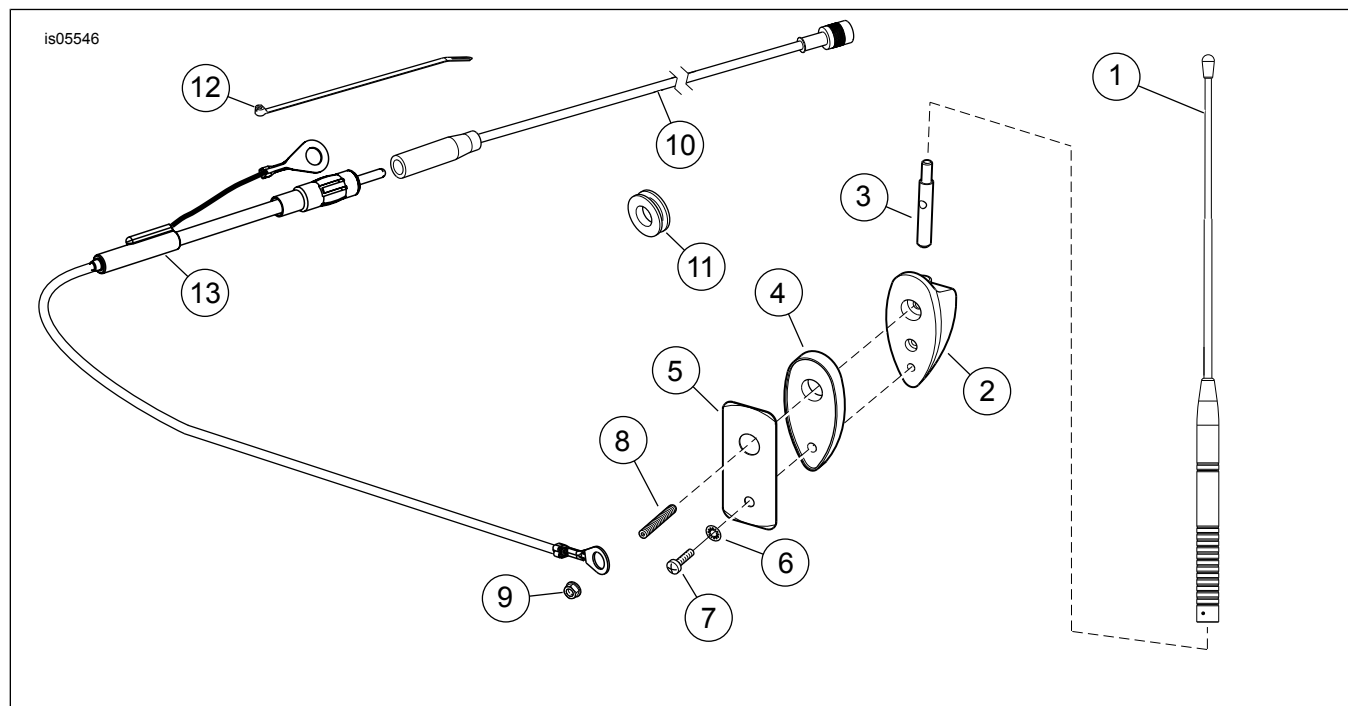

Figura 4. Parti di ricambio: Kit antenna audio avanzato per radio CB
Vedere Figura 4 e Tabella 1.
1. Vedere Figura 4. Inserire l'adattatore (3) nel foro sulla parte **superiore** della base dell'antenna (2).
2. Allineare il foro filettato sul LATO dell'adattatore al foro superiore sul lato posteriore della base. Inserire il prigioniero filettato (8) nel foro **superiore** sul lato posteriore della base e avvitarlo nel foro dell'adattatore. Serrare a fondo i prigionieri.
3. Montare la guarnizione della base (4) sulla base dell'antenna.
4. Con l'adattatore (3) rivolto verso l'**alto**, posizionare il gruppo della base sopra i fori eseguiti in precedenza nella parete posteriore esterna del Tour-Pak. Assicurarsi che il prigioniero filettato (8) passi attraverso il foro più grande (superiore).
5. Posizionare la piastra di rinforzo dell'antenna (5) all'interno del Tour-Pak. Posizionare il terminale ad anello sul prigioniero dell'alberino dell'antenna. Utilizzare il dado esagonale con la rondella di sicurezza (9) per fissare la prolunga del cavo, ma a questo punto non stringere a fondo.
6. Installare la vite TORX® (7) e la rondella di sicurezza piccola (6) nel foro più piccolo (inferiore) della piastra di rinforzo dell'antenna, nella base di quest'ultima. Serrare la vite a fondo. Serrare il dado esagonale a fondo.
7. Installare l'alberino dell'antenna (1) sull'adattatore della base dell'antenna (3).